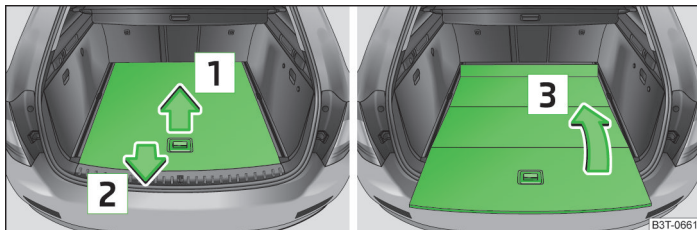
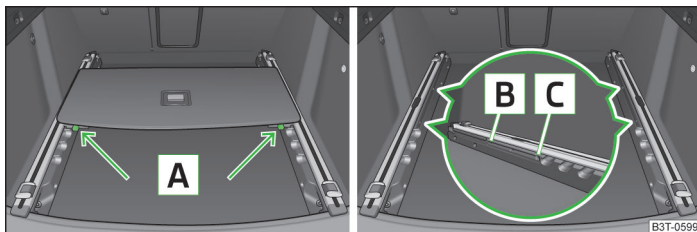

Fig. 97 Maletero: plegar el suelo de carga variable.
Fig. 98 Maletero: desmontar el suelo de carga variable.
- Coger la parte posterior del suelo por el tirador levantándola algo en el sentido de la flecha **1** » fig. 97 y extraer por encima del paragolpes en el sentido de la flecha **2** hasta que encastre en el orificio **C** » fig. 98.
- Plegar el suelo de carga moviendo en el sentido de la flecha **3** » fig. 97.
- Pulsar las teclas de seguridad **A** » fig. 98 y extraer el suelo.
- Empujar el suelo hacia delante hasta que encaje en los orificios **B** en las guías portantes » fig. 98.